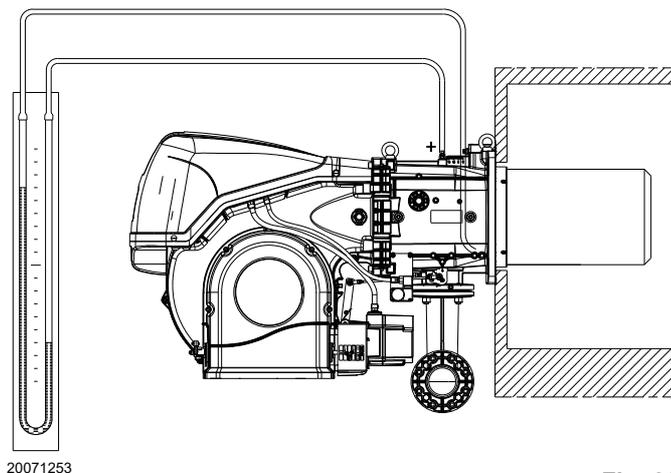

Fig. 28
- Montare un manometro a U o un manometro di tipo differenziale (Fig. 28), con presa (+) sulla pressione del gas del manicotto e (-) in camera di combustione.
L'arrivo del gas al manicotto è evidenziato dal manometro ad U (Fig. 28 a pag. 27).
A titolo orientativo può essere ricavata dalla Tab. J a pag. 25, basta leggere la pressione del gas sul manometro a U (Fig. 28 a pag. 27), e seguire le indicazioni.